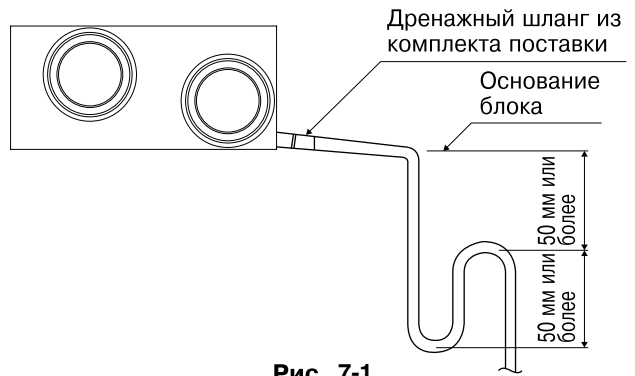

Рис. 7-1
- (1) Установите дренажный трубопровод.
- В случае системы с прямым подключением трубопровода, внутри блока во время работы создается давление, являющееся отрицательным по сравнению с атмосферным давлением, поэтому обеспечьте установку на спускном выходе дренажного бачка. (См. рис. 7-1)